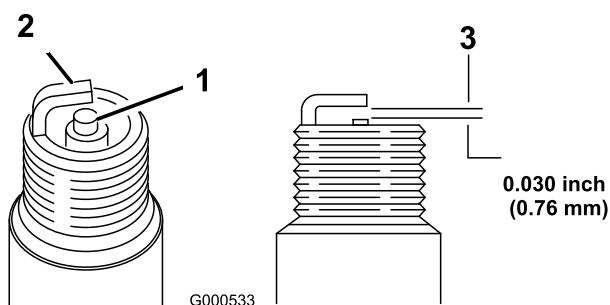

Figure 28
5. Réglez l'écartement des électrodes à 0,76 mm (Figure 28).